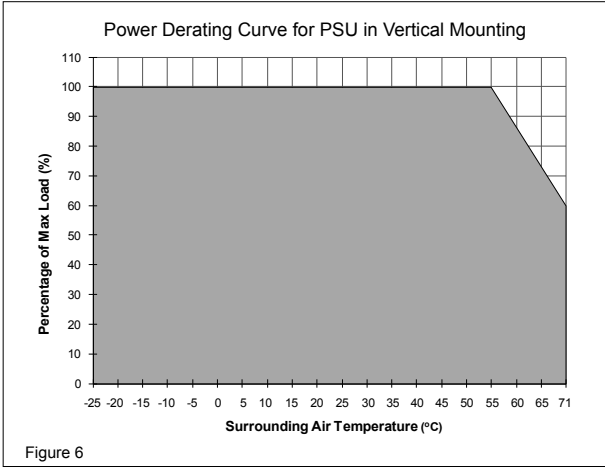

Figure 6
5.4. Temperaturverhalten (Abb. 6)
Derating (Leistungsherabsetzung)	Leistungsherabsetzung gemäß Abb. 6 > 55°C (2,5% / °C) Vertikal
Betriebstemperaturbereich (Umgebungstemperatur)	-25°C bis +71°C (Leistungsherabsetzung gemäß Abb. 6)